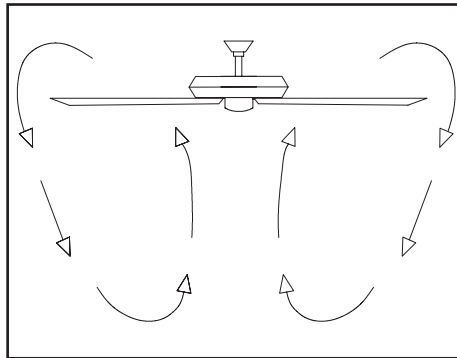

Figura 18
**Clima frío** - (Reversa) Un flujo de aire hacia arriba desplaza el aire cálido lejos del techo, como se muestra en la Figura 18. Esto te permite fijar la unidad de calefacción en una configuración más baja sin afectar tu comodidad.